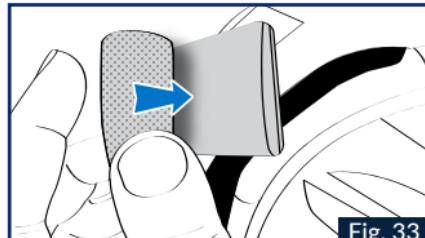

Fig. 33
3. Kleben Sie den in Ihrem SENA FOR SHARK-Kit (Bluetooth oder Mesh) enthaltenen Polsterschaum auf die Rückseite des Akkus Ihres Intercom-Systems (Abb. 33).